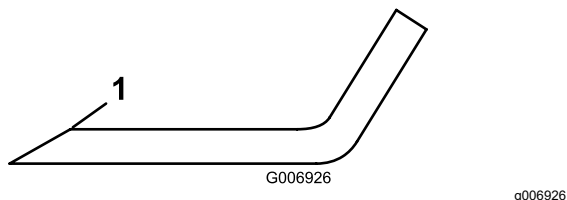

Рисунок 102
сохраняйте первоначальный угол заточки (Рисунок 102).
6. Если нож затупился или имеет зазубрины, заточите только верхнюю режущую кромку, сохраняя первоначальный угол заточки (Рисунок 102).